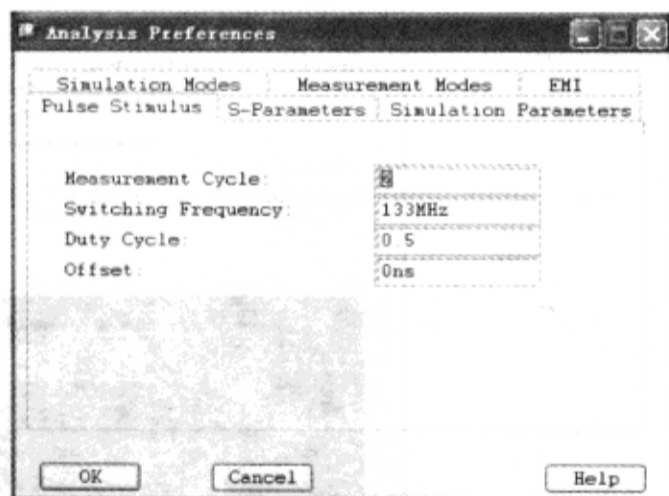

图 3-8-42 “Analysis Preferences”窗口
(1) 在“SigXplorer PCB SI XL”窗口执行菜单命令“Analyze”→“Preferences”，打开“Analysis Preferences”窗口，如图 3-8-42 所示。